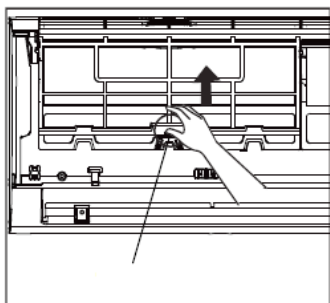
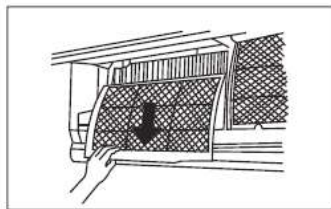

fig. 17 -
fig. 18 -
3. Rimuovere i filtri spingendo in alto le linguette centrali fino a che si liberano dal fermo e sfilarli tirandoli verso il basso ("fig. 17 -" e "fig. 18 -")